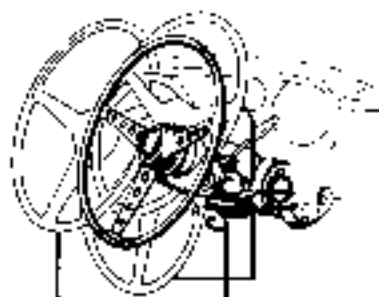

Fig. 15
- 31) **Lava freno a mano che comanda il bloccaggio dei freni posteriori** (Fig. 15) usare il freno a mano solo per parcheggio, per partenza in salita o per arresti nel traffico. Per spostare la leva premere il bottone sulla estremità
- 33) **Manopola regolazione posizione volante in profondità** (Fig. 15). La regolazione si effettua allentando la manopola A; effettuata la regolazione riavvitare la manopola.
- 34) **Leva regolazione inclinazione volante:** spostare all'indietro la leva B di fig. 15; effettuata la regolazione riportare la leva nella posizione iniziale.
31. **Levier frein à main qui commande le blocage des freins arrière** (Fig. 15) N'utiliser le frein à main qu'en cas de parking, en cas de départ en montée et en cas d'arrêt dans le trafic. Pour déplacer le levier pousser le bouton à l'extrémité.
33. **Bouton de réglage de la position du volant en profondeur** (Fig. 15) Le réglage s'effectue en déserrant le bouton A; une fois le réglage effectué, resserrer le bouton.
34. **Levier de réglage inclination du volant;** déplacer à l'arrière le levier B de la Fig. 15; une fois le réglage effectué, ramener le levier dans sa position initiale.
31. **Hand brake, operating on rear wheel brakes** (Fig. 15) The hand brake should be used only for parking purposes, for starting on a slope or for stops in traffic. Before operating the hand-brake, depress the top button.
33. **Knob for steering column adjustment** (Fig. 15) Adjust after slackening off the knob A; after adjustment, tighten up knob again.
34. **Lever for adjustment of steering wheel angle;** to adjust, take the lever B (Fig. 15) backwards. After adjustment, return the lever to its original position.
33. Kugelgriff zur Positionregulierung des Lenkrades (Abb. 15). Die Regulierung erfolgt durch Loesen des Griffes A; nach durchgefuehrter Regulierung den Griff wieder festschrauben.
34. Hebel zur Einstellung des Neigungswinkels des Lenkrades. den Hebel B (Abb. 15) nach hinten verschieben; nach durchgefuehrter Einstellung, den Hebel in die Anfangsstellung zurueckbringen.